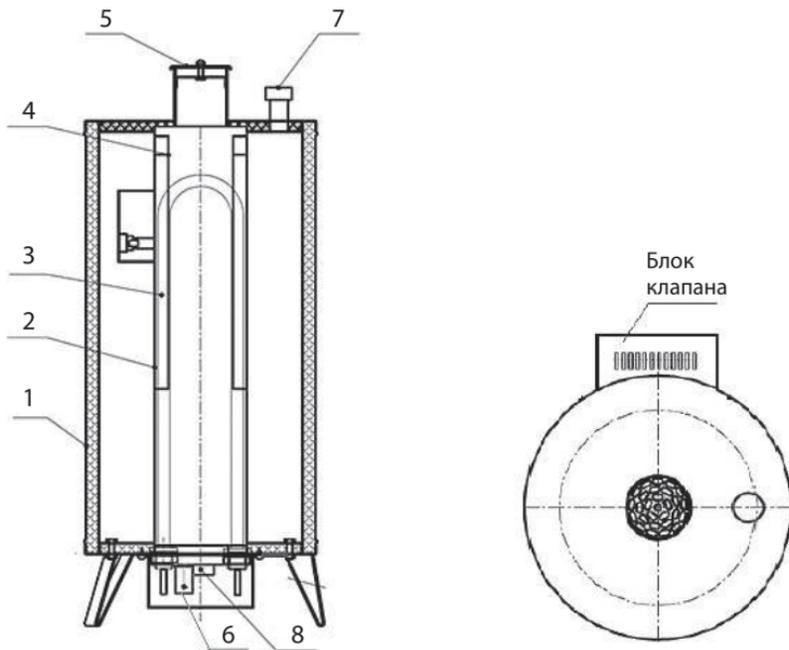

Рис. 1 Устройство Автономного ЭГПП 2,25 кВт
1.4.1 Устройство АЭГПП представлено на рис. 1, 2. Через теплоизолированную емкость для воды (поз. 1, рис. 1, 2) проходит канал коробчатого сечения (поз. 2, рис. 1, 2), в котором установлены ТЭНы (поз. 3, рис. 1, 2). Нагрев воды до состояния кипения происходит за счет передачи тепла через стенки канала от ТЭНов к воде. Внутри канала имеются паропроводящие короба (поз. 4, рис. 1, 2), по которым пар подается в нижнюю часть канала, где смешивается с воздухом, поступающим в канал снизу. За счет конвективных потоков паровоздушная смесь устремляется вверх, нагреваясь до температуры 300-330С выбрасывается в помещение через форсунку (поз. 5, рис. 1, 2). Заполнение емкости водой осуществляется через шланг (поз. 6, рис. 1, 2). К электрической сети АЭГПП подключается через клеммную колодку (поз. 8, рис. 1, 2).
1.4.3 Обеспечение Устройства водой осуществляется от внешней системы водоснабжения через заливной шланг (поз. 6, рис. 1, 2), расположенный на задней стенке Устройства под съёмным кожухом. Слив воды осуществляется через штуцер с заглушкой, расположенный там же.